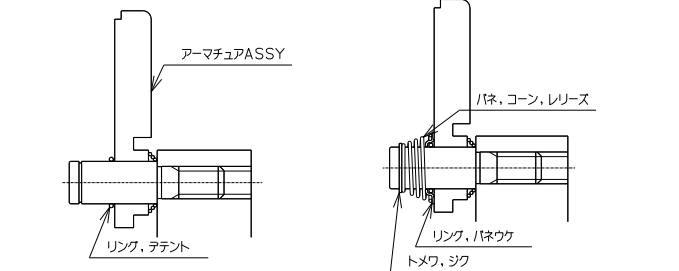

図7
- ・ピン,ドライブにリング,デテントをはめてアーマチュアASSYに押付けてください。(図7)